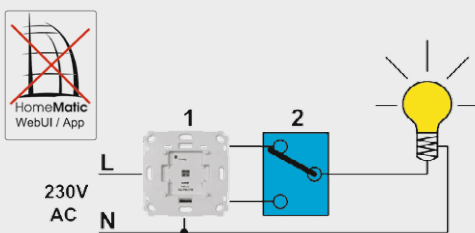

Bild 8: Die Wechselschaltung mit Funk-Schaltaktor **[1]** umgerüstet
Auch hier gibt es wieder mehrere Lösungen, um HomeMatic-Komponenten in dieses System zu integrieren. Version 1 ist in **Bild 8** zu sehen. Der netzversorgte Wechselschalter (1) wird durch den Funk-